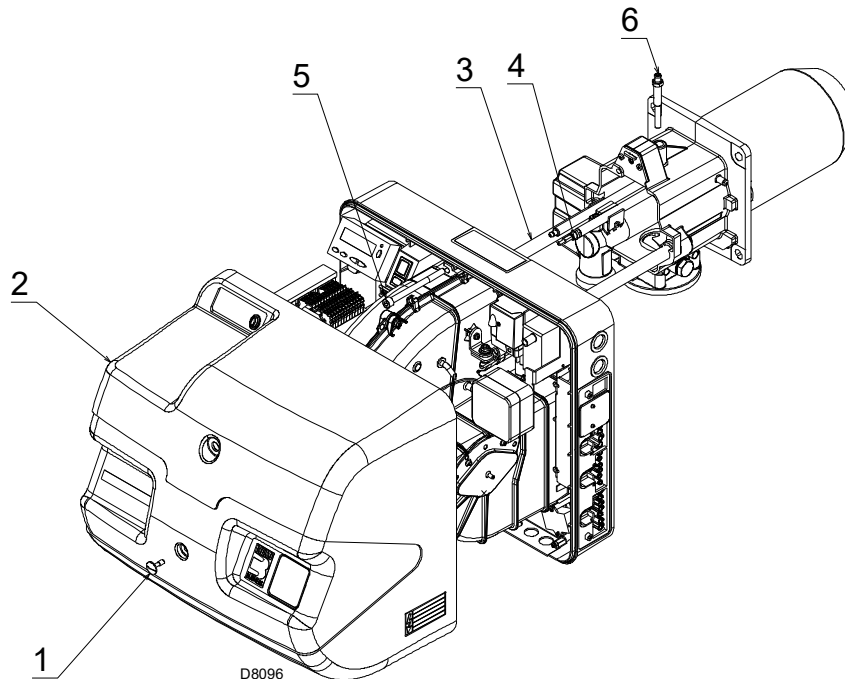

Abb. 36
- Die Schrauben 1)(Abb. 36) lockern und die Haube 2) abnehmen;
- die Schrauben 5)(Abb. 36) entfernen und den Brenner auf den Führungen 3) um etwa 100 mm zurückschieben.
- die Schraube 5)(Abb. 36) wieder einsetzen und die Sonden- und Elektrodenkabel vorsichtig nach außen ziehen, bis sie leicht gespannt sind.